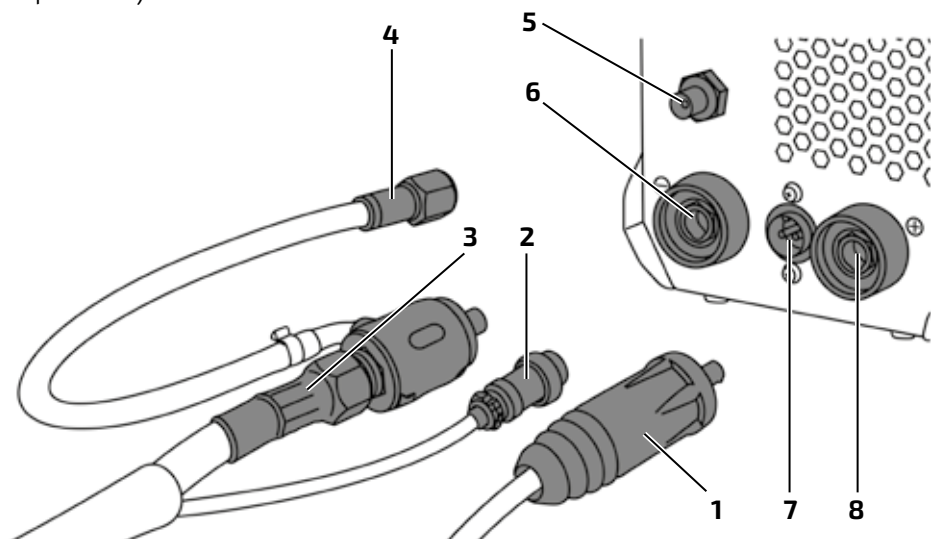

Рис. 8.0.3. Подключение.
2. Подключайте сварочные принадлежности для TIG сварки в следующем порядке (см. рис. 8.0.3).